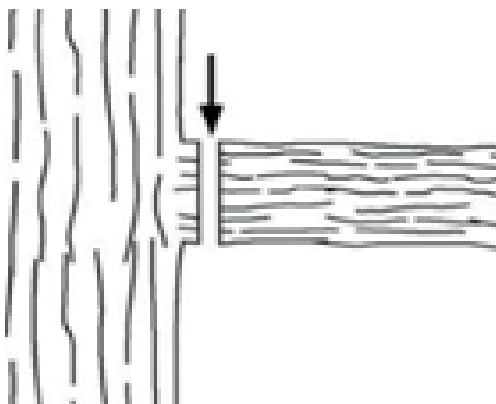

Рисунок 7. Схема спилювання малих гілок.
2. Спилювання малих гілок і їхніх частин вести якомога ближче до основного стовбура у вертикальній площині (рис. 7).